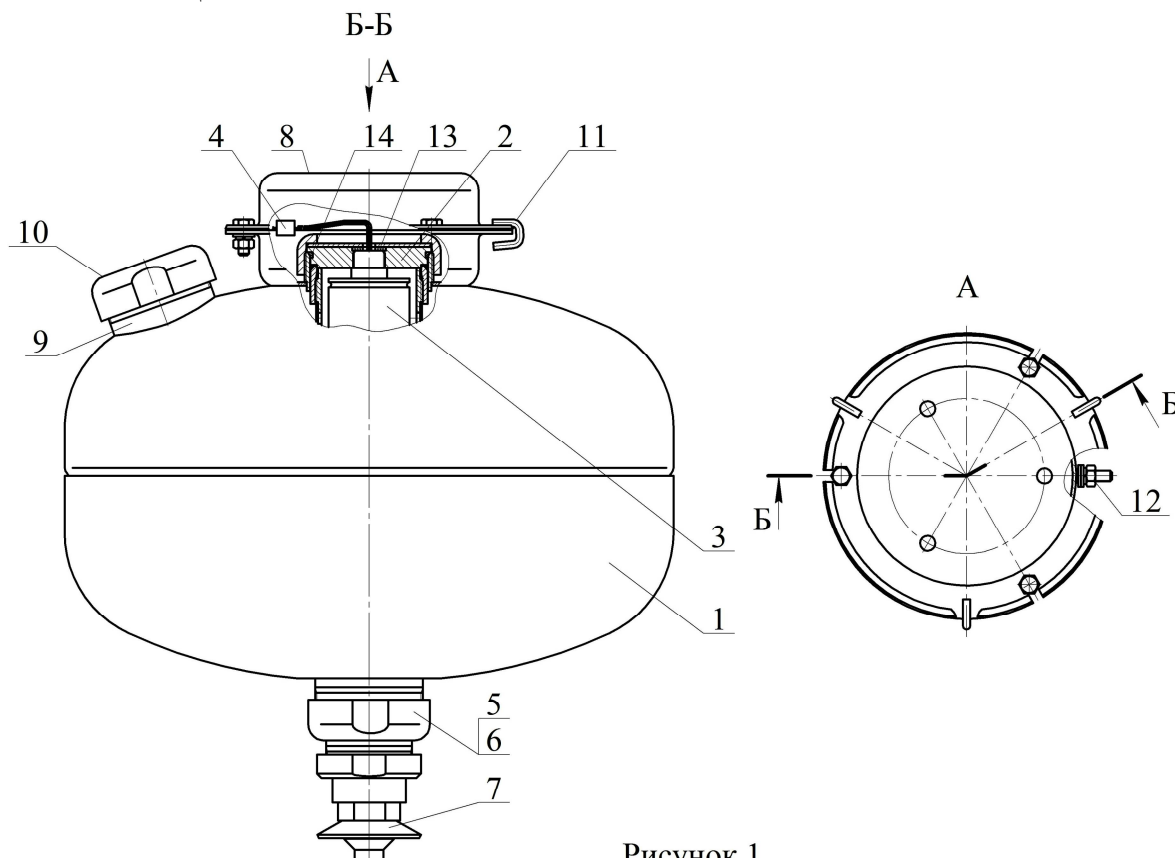

Рисунок 1
4.1.1 МУПТВ (см. рисунок 1) состоит из корпуса **1**, заправленного ОТВ, в котором размещено газогенерирующее устройство **2**. В герметичный корпус газогенерирующего устройства установлен ИХГ **3** с элементом электропусковым **4**. Нижняя горловина корпуса перекрыта срезной мембраной **5**, которая поджата гайкой **6**. С гайкой **6** через фильтрующий элемент соединен насадок-распылитель **7**. В верхней части корпуса расположены кронштейн **8** для крепления к потолочному перекрытию, горловина **9** для заливки ОТВ и предохранительный клапан **10**. Для фиксации МУПТВ при монтаже на кронштейне **8** закреплены три скобы **11**. МУПТВ имеет заземляющий зажим **11**.
4.2.1 После подачи электрического импульса на выводы элемента электропускового **4** (см. рисунок 1) ИХГ **3** генерирует газ, который создает давление внутри корпуса МУПТВ для вскрытия мембраны **5** и выпуска через насадок-распылитель **7** в зону горения тонкораспыленной струи ОТВ.
6.3 Закрепить кронштейн **8** (см. рисунок 1) на потолке. Координаты отверстий в кронштейне приведены на рисунке 4.
6.5.3 Полученный раствор ОТВ залить в отверстие верхней горловины **9** (см. рисунок 1). Для окончательного приготовления ОТВ применительно к МУПТВ-13,5-ГЗ-ВД (t°С = -10; -30) открыть упаковку с жидкой добавкой и залить ее в отверстие верхней горловины **9**. Раствор полученный по п. 6.5.2 для МУПТВ-13,5-ГЗ-
6.6 Накрутить до упора насадок-распылитель **7** (см. рисунок 1).
7.4 Комплект поставки для перезарядки МУПТВ (см. рисунок 1):